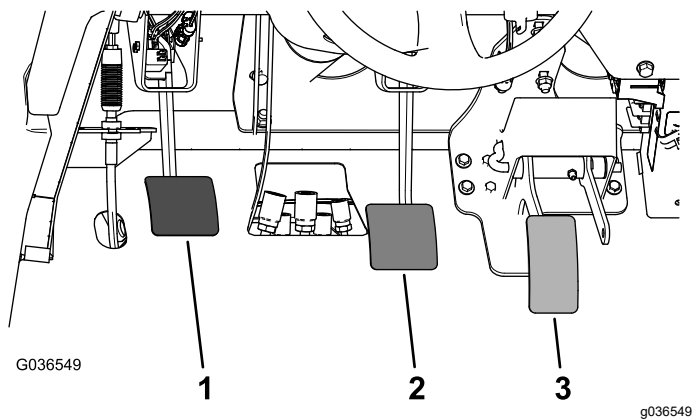

Bild 59
2. Heben Sie das Bremspedal an (**Bild 59**), bis es den Rahmen berührt.
3. Lösen Sie die Klemmmuttern, mit denen das Joch an der Hauptzylinderwelle befestigt ist (**Bild 59**).